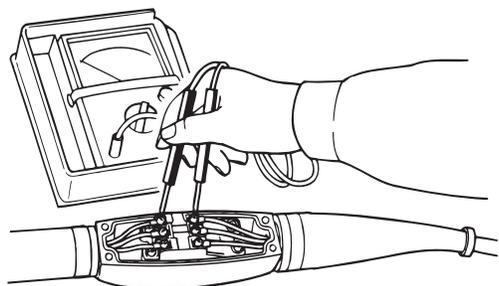

Figure 3. Contrôle de la conduction de l'interrupteur
5. Mettre l'interrupteur en marche et vérifier la conduction entre les bornes à l'aide d'un méga-ohmmètre (Figure 3).